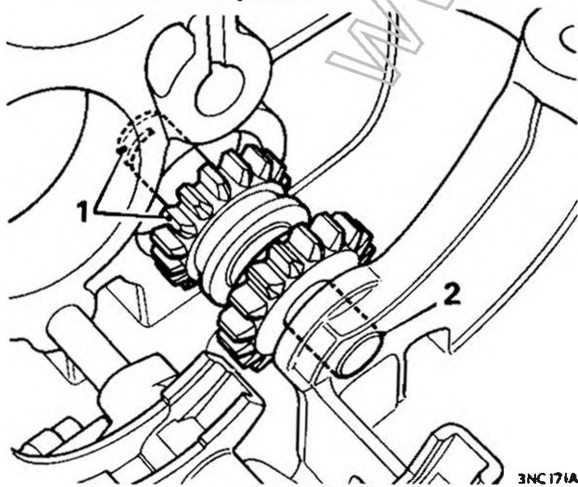

Fig. F.17
34. Rimuovere l'ingranaggio di rinvio della retromarcia assieme all'alberino. Ved. la Fig. F.17
59. Rimontare l'ingranaggio di rinvio della retromarcia ed accoppiarlo alla leva a dito d'innesto. Rimontare poscia l'alberino. Fig. F.17.